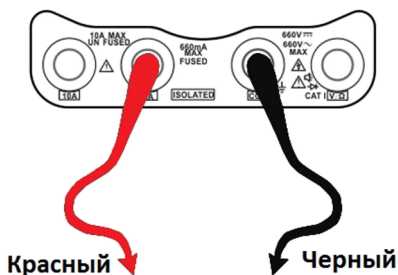

Рис.38
1. Подключить черный щуп к разъему “COM”, а красный щуп к разъему “mA” CCTV-тестера для измерения тока не более 660 мА (Рис.38) или к разъему **A** для измерения тока до 10А.